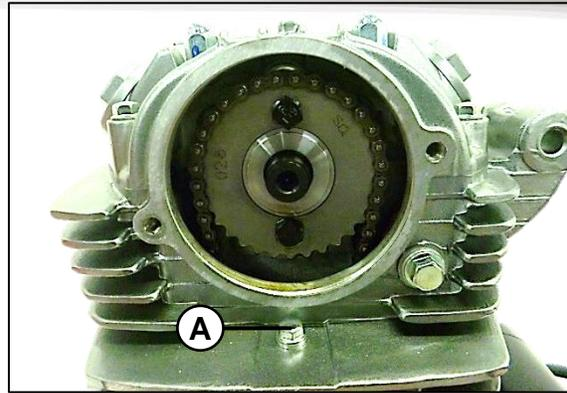

Fig. 08
Remover el tornillo de cilindro (A). Fig. 08